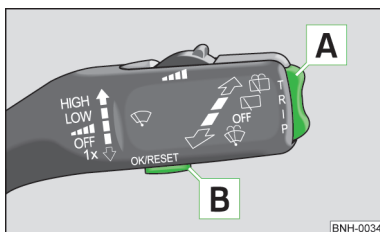

Fig. 5
La conmutación de las memorias se efectúa con la tecla [B] » fig. 5 » página 13.
La tecla basculante  » fig. 5 y la tecla  se encuentran en la palanca del limpiaparabrisas.
► Pulsar ligeramente la tecla  » fig. 5.
► Pulsar brevemente la tecla basculante  » fig. 5 arriba y abajo. De ese modo se activan, una tras otra, las funciones individuales del indicador multifunción.
► Pulsar la tecla  » fig. 5 más tiempo.
Si la temperatura exterior disminuye por debajo de +4 °C, aparecerá delante de la indicación de la temperatura un símbolo de copo de nieve (advertencia de formación de placas de hielo) y sonará una señal acústica. Después de pulsar la tecla basculante  » fig. 5 » página 13, se representa la función que se visualizó por última vez.
En la pantalla aparece el tiempo de marcha desde la última vez que se borró la memoria. Cuando se desee medir el tiempo de marcha desde un momento determinado, se deberá poner en ese momento preciso la memoria a cero, pulsando para ello la tecla  » fig. 5 » página 13.
Si se desea calcular el consumo medio de combustible para un periodo de tiempo determinado, deberá poner la memoria a cero al comenzar la nueva medición pulsando la tecla  » fig. 5 » página 13. Tras borrarla, en la pantalla no se muestra ningún valor durante los primeros aprox. 300 metros de recorrido.
En la pantalla aparece el kilometraje recorrido desde la última vez que se borró la memoria » página 12. Cuando se desee medir el recorrido desde un momento determinado, se deberá poner en ese momento preciso la memoria a cero, pulsando para ello la tecla **[B]** » fig. 5 » página 13.
La pantalla indica la velocidad media en km/h desde la última vez que se borró la memoria » página 12. Si se desea medir la velocidad media durante un periodo determinado, se deberá poner la memoria a cero al principio de la medición accionando la tecla **[B]** » fig. 5 » página 13.
- » Mediante la tecla **[A]** » fig. 5 » página 13 seleccionar la opción **Advertencia al sobrepasar la velocidad** del menú.